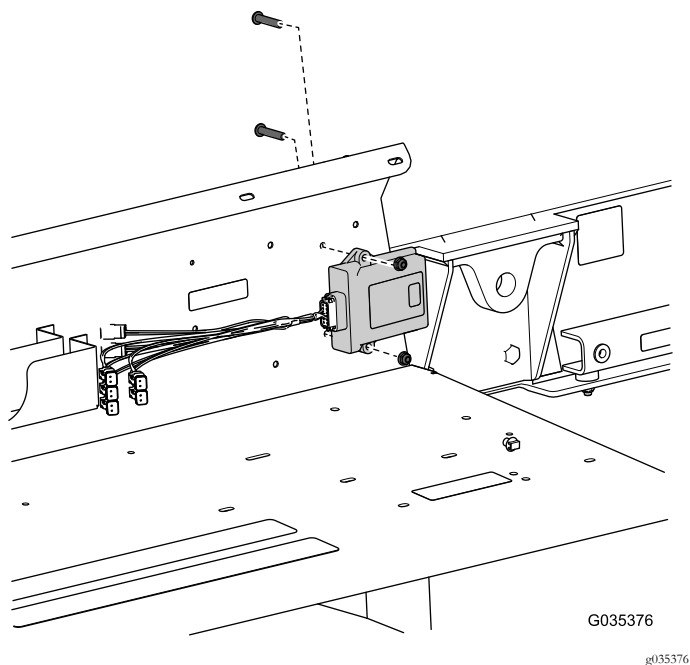

図 3
7. フェンダガードからコントローラとワイヤーハーネスを外す 図 3。